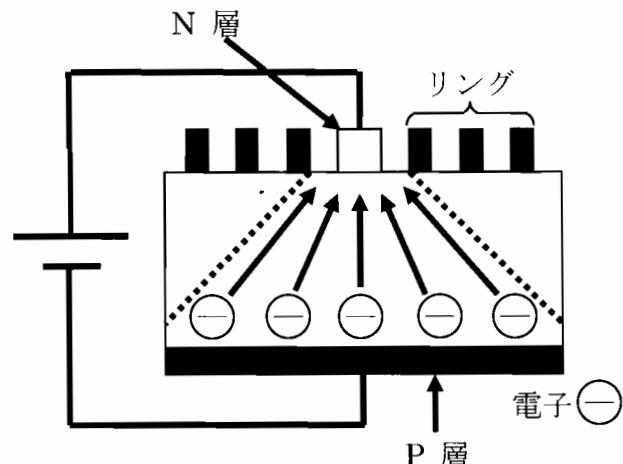

図 2 SDD 検出器の構造
**【半導体検出器】** 半導体検出器の 1 つに PIN フォトダイオードがある。PIN フォトダイオードの動作原理は、I 層に X 線が入射すると、そのエネルギーを吸収して電子と正孔が生じる。この電子と正孔は印加電圧によって電子は N 側、正孔は P 側に移動することで電流が流れる。PIN フォトダイオードは P 層と N 層の表面積が同じことから、I 層で生じたキャリアを同じ走行距離、同じ走行時間で移動させられる為、検出効率は良くなるが、検出器自体の漏れ電流や容量は大きくなる。そこで、PIN フォトダイオードを改良した SDD (Silicon Drift Detector) がある。SDD は N 層の面積を小さくし、その N 層の周りに P 型のリング状の電極を刻んだものである。動作は PIN フォトダイオードとほぼ同じであるが、N 層の面積を小さくすることで検出器自体の漏れ電流や容量を低減させることができる。しかし、そのままの状態では I 層内の N 層付近で生じたキャリアしか移動することができない為、検出効率が悪くなってしまう。そこで、N 層に向かって電位勾配が形成されるようにリング間に電圧を印加することで、図 2 のように I 層内に生じたキャリアを効率良く N 層に移動させることができる2)。